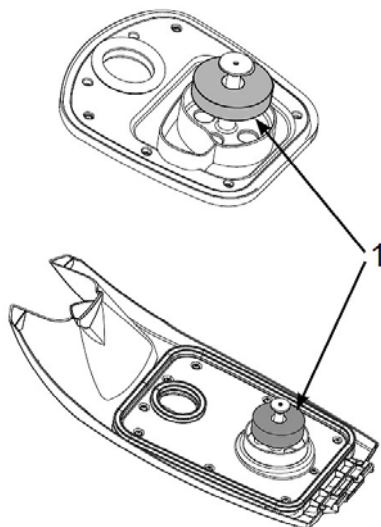

Abb. 41: Schwimmer reinigen
Schritt 3: Entnehmen Sie den Schwimmer (Pos.1, Abb.41) und reinigen Sie ihn.